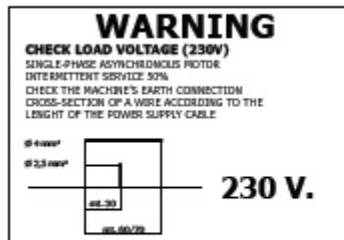

Fig. 1
3. Secțiunea transversală a cablului de alimentare trebuie dimensionată în funcție de lungimea sa. (Fig. 1)